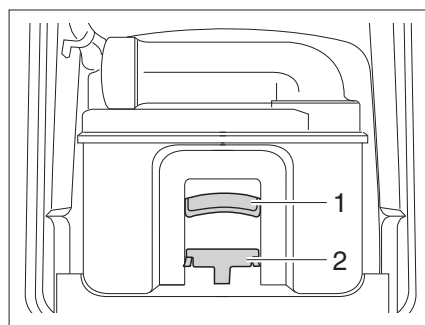

Fig. 164 Cassette Thetford
- Tirer l'étrier de fixation (Fig. 164,2) vers l'avant afin de déverrouiller la toilette à cassette et extraire la cassette par la poignée (Fig. 164,1).